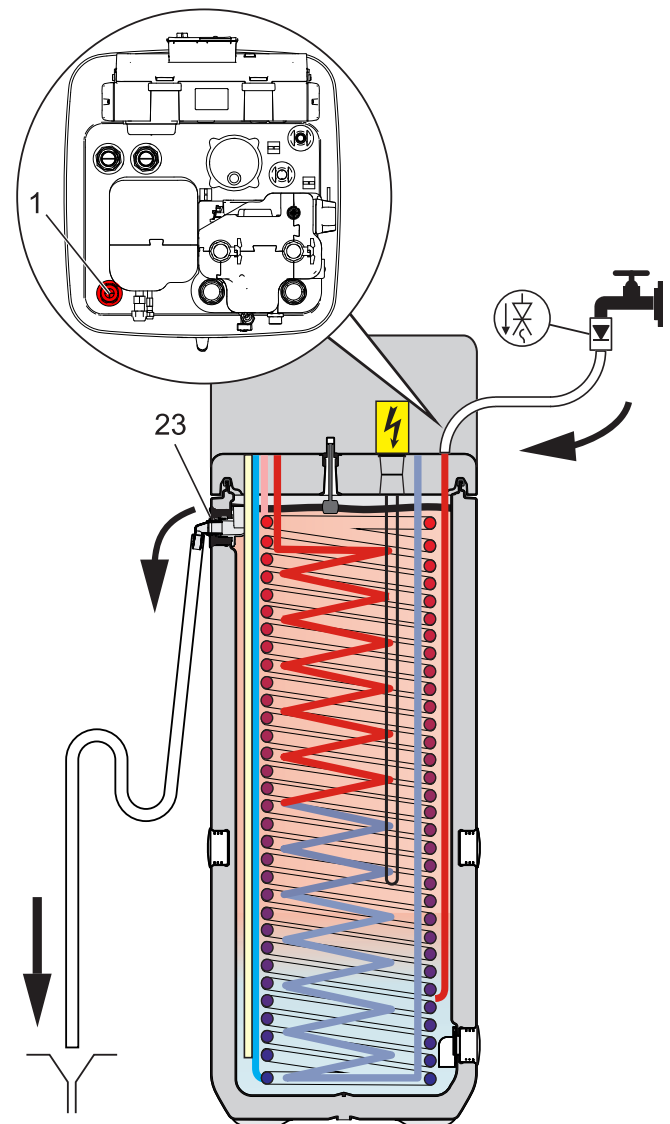

Bild 17-1 Befüllung Pufferspeicher - ohne angeschlossenes Drain-Back Solar-System
- 1 **Füllschlauch** mit Rückflussverhinderer (1/2") an den Anschluss "**Solar - Vorlauf**" (Bild 17-1, Pos. 1) anschließen.
- 2 Speicherbehälter der Daikin Altherma EHS(X/H) **befüllen bis Wasser an dem Überlaufanschluss** (Bild 17-1, Pos. 23) austritt.
- 3 Speicherbehälter der Daikin Altherma EHS(X/H) **befüllen bis Wasser an dem Überlaufanschluss** (Bild 17-1, Pos. 23) austritt.